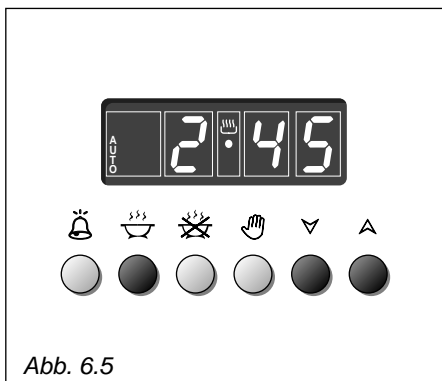

Abb. 6.5
AUTOMATISCHES GAREN IM BACKOFEN (Abb. 6.5 - 6.6)
1. Gardauer durch drücken der Taste  und der Taste  oder  einstellen. (Abb. 6.5). (Taste  erhöhen, Taste  verringern).